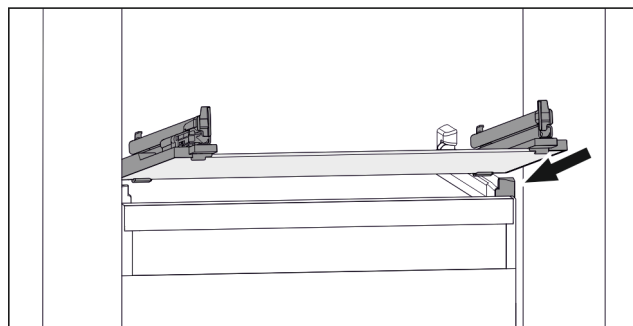

Fig. 78 Przykładowa prezentacja płyty szklanej
- ▶ Założyć płytę szklaną pod skosem za stoperami. (patrz Fig. 78)